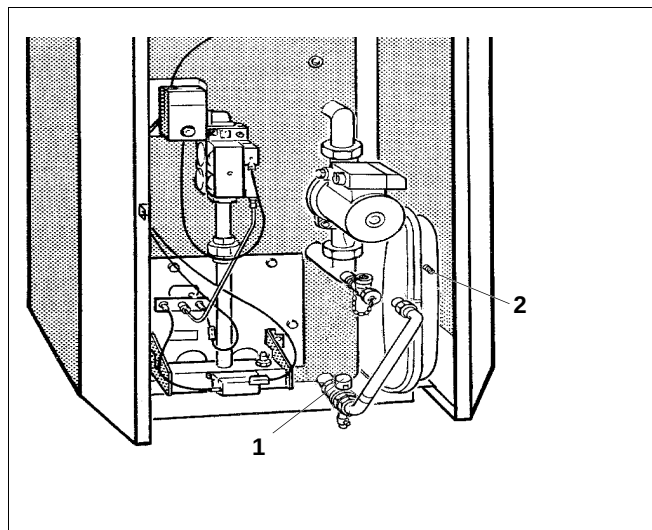

Fig. 26 G124 V: vase d'expansion
- Retirer le couvercle rouge et fermer le robinet d'arrêt à l'aide d'un tournevis (fig. 26, **pos. 1**). Ouvrir brièvement le couvercle noir du robinet d'arrêt et vider le tuyau vers le vase d'expansion. Après, refermer le couvercle noir.
- Retirer le capuchon de fermeture du point de mesure (fig. 26, **pos. 2**) et corriger la pression.
- Fermer le capuchon de fermeture, ouvrir le robinet d'arrêt (fig. 26, **pos. 1**), remettre le couvercle rouge et sceller.
Légende pour fig. 26